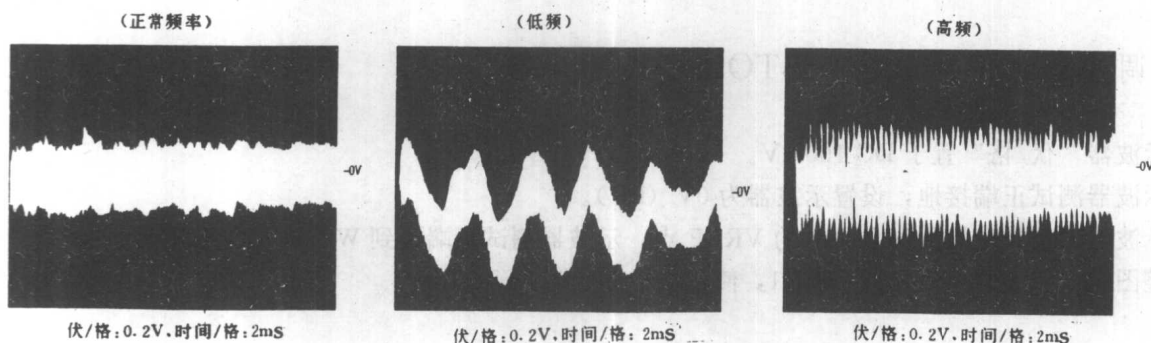

图 1.3.4 循迹增益调整波形
- (1) 将示波器接地端子接到 WCW16 的 VREF 点, 把测试正端接到 WCW16 的 TE 点。
- (3) 装入测试光碟并播放。
- (4) 在播放光碟时调整图 1.3.1 中的循迹增益 WVR4, 使示波器上的波形如图 1.3.4 所示。